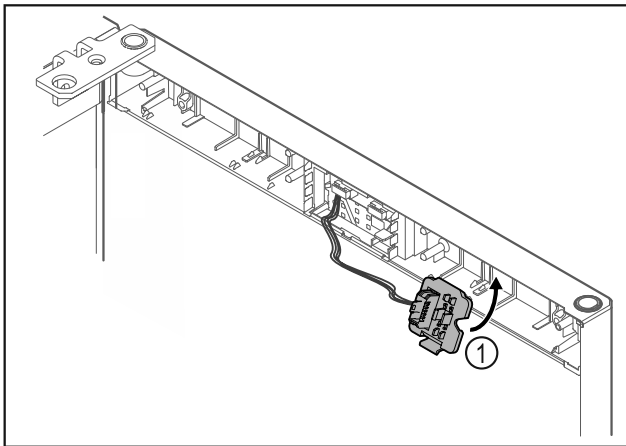

Fig. 12
- Clipser le support de connecteur Fig. 12 (1) du côté opposé.\*